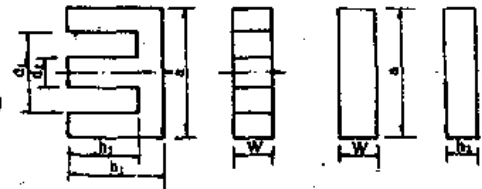

图 48-10
(1)EI型磁芯:这种磁芯用于各类变压器、变换器、扼流圈和其它同步器件。所采用的材料为R2K、R2KB。其典型产品有EI20系列、EI30系列、EI40系列、EI50系列、EI70系列等。其结构原理图如图 48-10 所示。